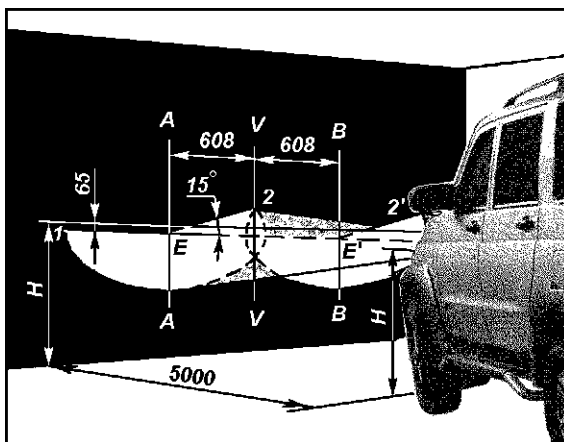

Рис. 9.29. Разметка экрана для регулировки фар:
1. Установите полностью заправленный и снаряженный автомобиль с нормальным давлением воздуха в шинах и нагруженным сиденьем водителя 750 Н (75 кгс) на ровной горизонтальной площадке на расстоянии 5 м от экрана со специальной разметкой (рис. 9.29).